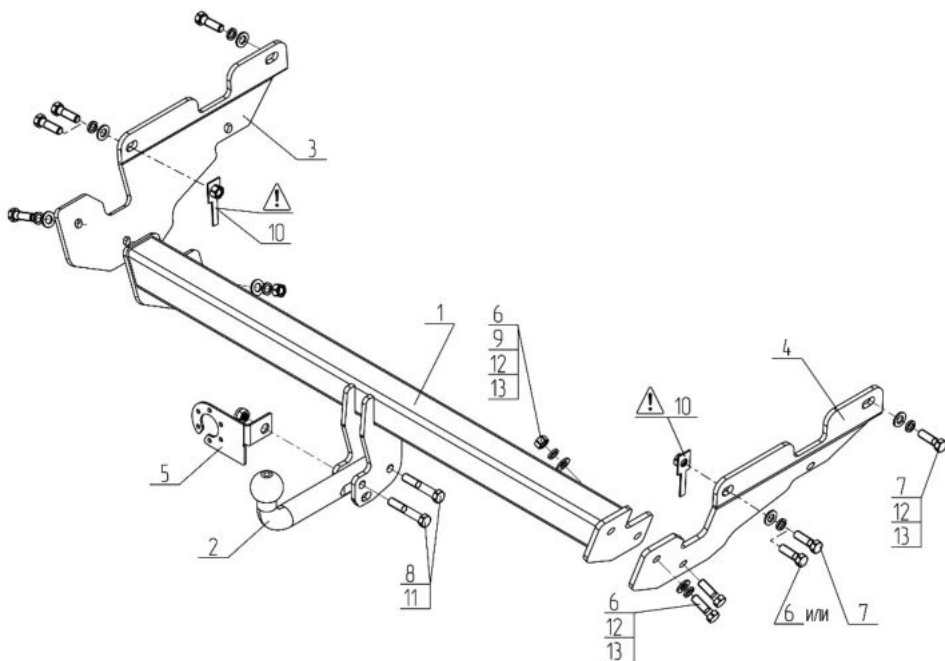

Рис.1.
- Установите кронштейны (поз.3,4), используя крепежные элементы, показанные на Рис.1. Крепеж не затягивать. **Внимание!** При наличии штатных гаек в лонжеронах автомобиля используйте болты M12x1,25x40, при их отсутствии - используйте закладные элементы (поз.10) и болты M12x40;